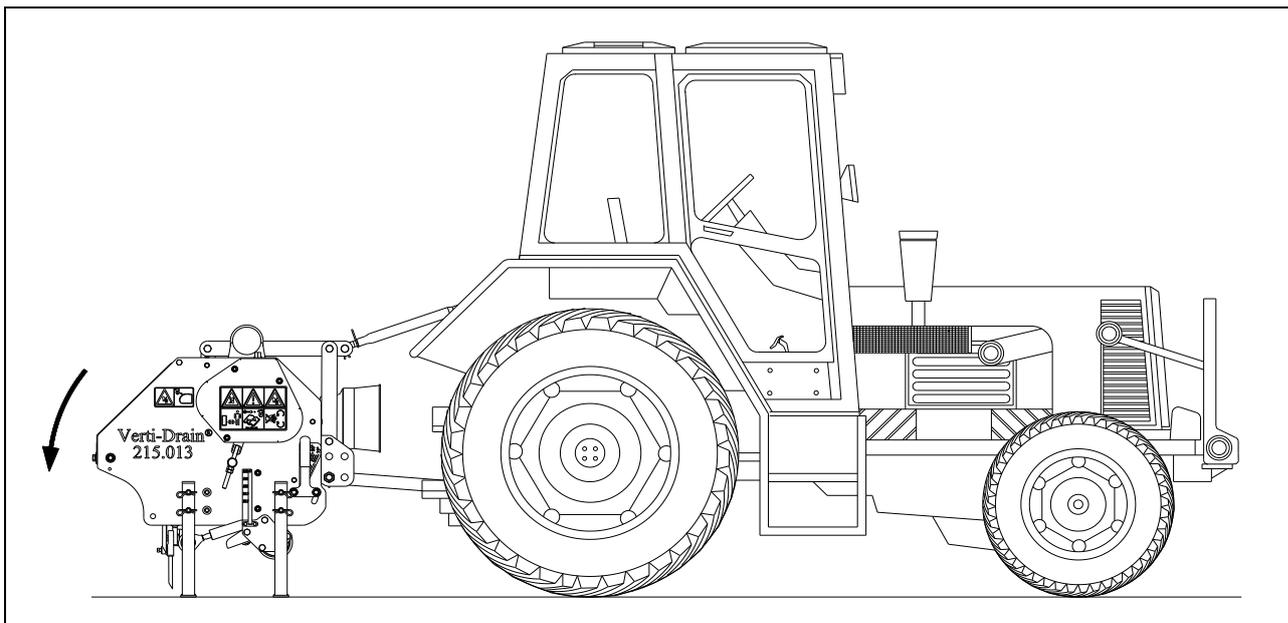

Fig. 12
3. Monte las patas de tal manera que el Verti-Drain® vaya a parar a las patas cuando la máquina descienda más (véase la fig. 12).